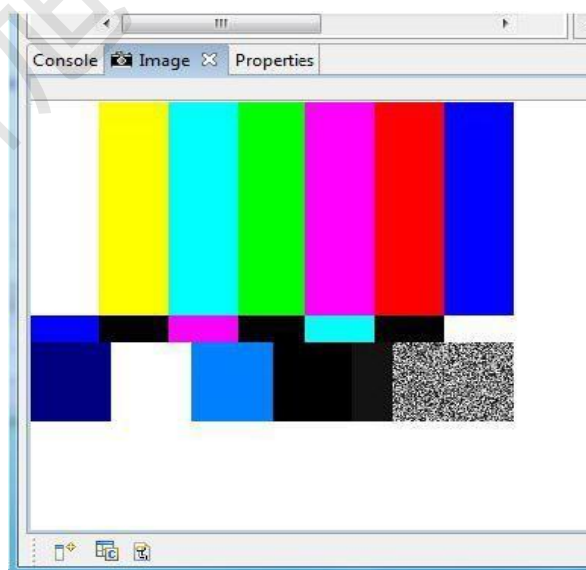

图 6-7-2
⑥选择“Image（图像）”选项卡，然后右键单击并选择“Refresh（刷新）”。应该会显示下图 6-7-2 的图像。